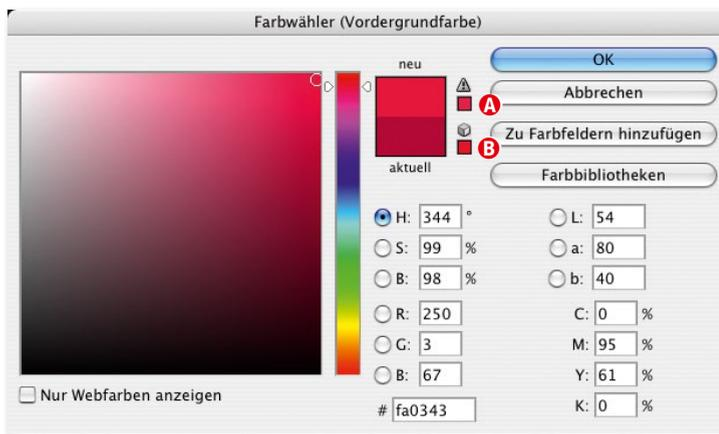

Abb. 3-54:
Selektiert man im Farbwähler eine solche Farbe, so erscheint ein kleines Warndreieck (▲, Abb. 3-54 A). Klickt man nun in das zweite Feld (B), wird die gewählte Farbe mit einer ersetzt, die im Zielfarbraum vorhanden ist und möglichst dicht bei der ursprünglich gewählten liegt.